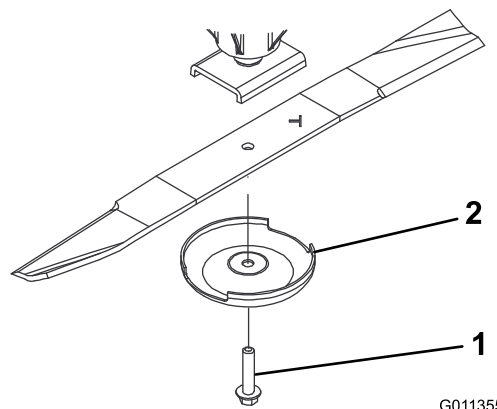

Figura 72
- Afferrate l'estremità della lama utilizzando un panno o un guanto imbottito e rimuovete il bullone della lama, la coppa antistrappo e la lama dall'asse del fusello (Figura 72).
- Usate la coppa antistrappo e il bullone della lama per montare la lama con la costa rivolta verso il piatto di taglio (Figura 72).